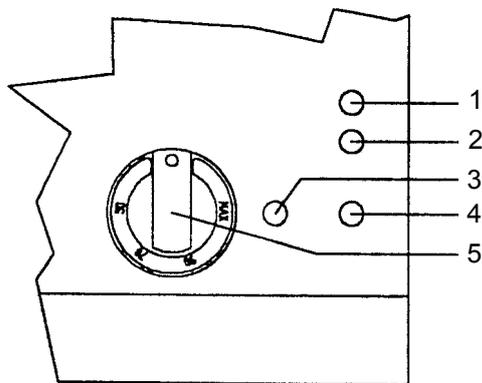

Fig. 3
- 1) Quitar el tornillo situado junto al mando (nº 4 fig. 3).